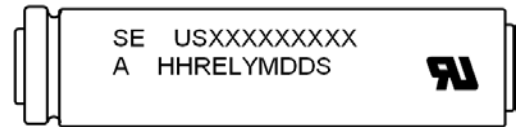

Fig.1
6.2 Trade Mark (Fig.1 : USXXXXXXXXXX) 登録機種名 (Fig.1 : USXXXXXXXXXX)
6.3 Plant (Fig.1 : A for plant code) 製造所 (Fig.1 右記図 : A)
【Fig.1】 K : Sony Energy Devices Corp. Koriyama Plant. K : ソニーエナジー・デバイス(株)郡山事業所
6.4 Specification (Fig.1 : HH for Cell Type) 仕様 (Fig.1 : HH)
6.5 Lot Number (Fig.1 : YMDDS for Manufacturing Date of Cells)
ロット、セル製造年月日 (Fig.1 : YMDDS)
Lot Number (Fig.1 : YMDDS for Manufacturing Date of Cells)